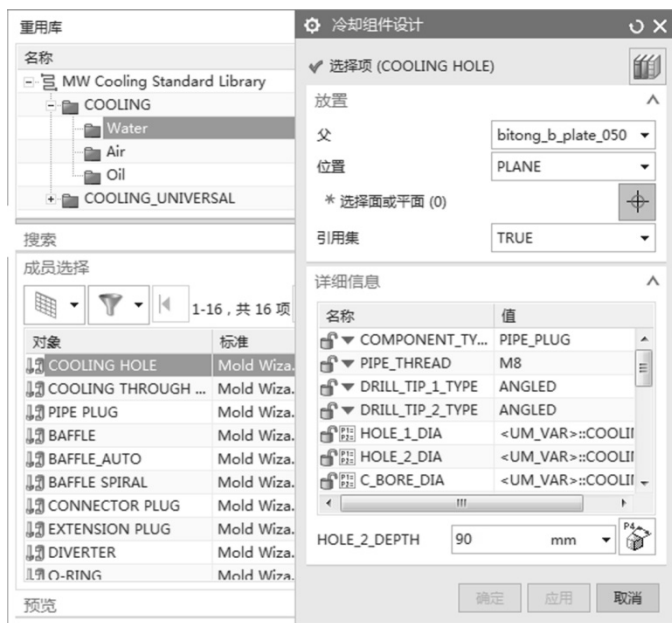

图 16-54 设定水路参数
(4) 在“重用库”的“名称”区域选取“Water”，在“成员选择”列表中选取“COOLING HOLE”，在【冷却组件设计】对话框中“父”选取 bitong_b_plate_050，“位置”选取 PLANE，“引用集”选取 TURE，“PIPE_THREAD”选取 M8，“HOLE_1_DEPTH”设为 85mm，“HOLE_2_DEPTH”设为 90mm，如图 16-54 所示。